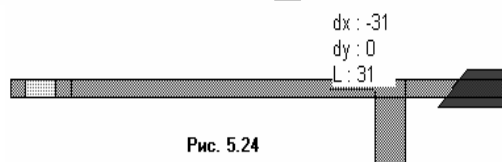

Рис. 5.24
3. Поместите курсор на крайний правый ромбик так, чтобы он отображался в виде двойной стрелки. Дважды щёлкните левой кнопкой мышки, чтобы активизировать инструмент трассировки (рис. 5.24).